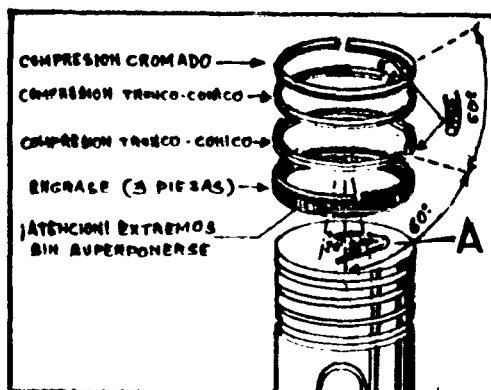

Fig. A1-102 Montaje de segmentos
- 2.1. Colocar los segmentos en la posición indicada en la Fig. A1-102, lubricándolos con aceite de motor.
- 2.2. Lubricar los cilindros abundantemente con aceite de motor. Situar el cigüeñal con dos de las muñequillas en la posición de punto muerto inferior, e introducir en los cilindros los pistones y bielas correspondientes, con el crificio de engrase que disponen las bielas, hacia el árbol de levas y el vértice de la "V" de turbulencia de la cabeza del pistón, también hacia el árbol de levas, A (Fig. A1-102). Para introducir los pistones, se hará uso de una abrazadera de comprimir segmentos.
NOTA: Para el montaje y colocación de los segmentos, ver Fig. A1-102.